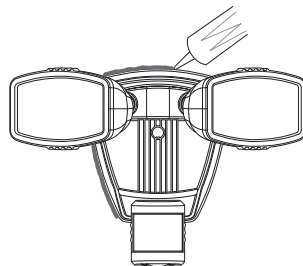

Figure 6
6. Apposez un scellant d'étanchéité autour de la plaque 1-2-Easy ConnectMC, sur la surface de montage (voir la Figure 6).